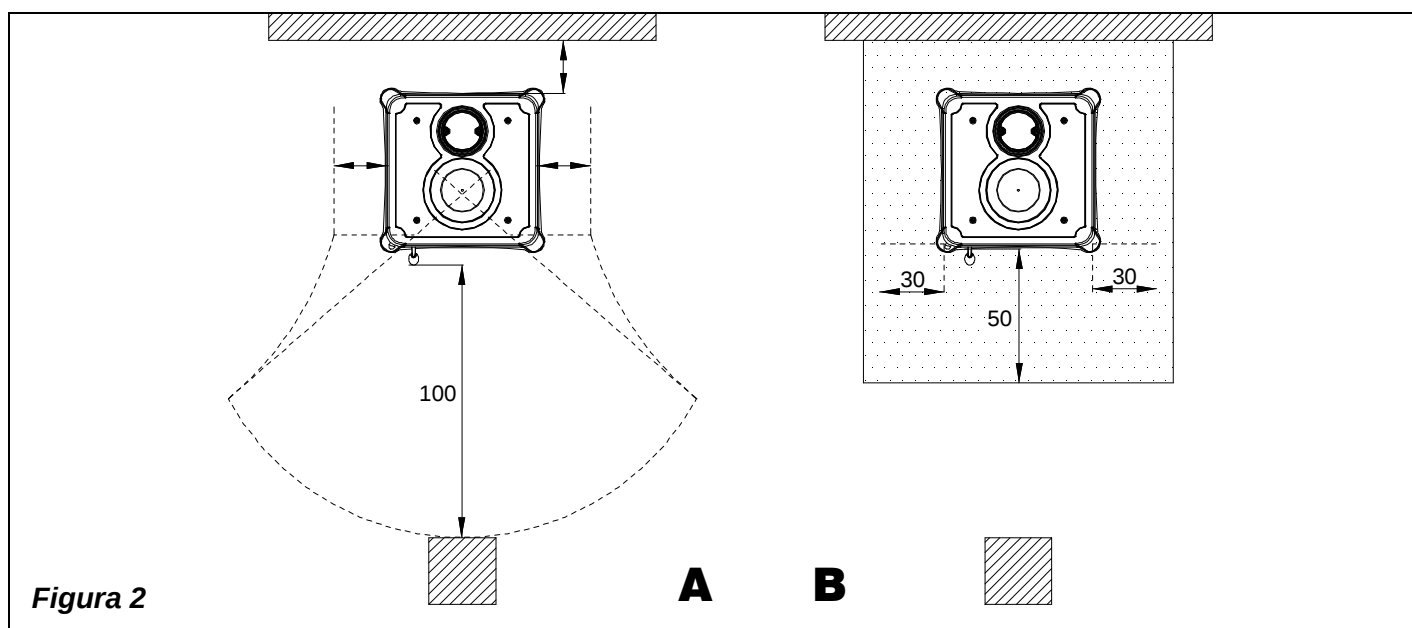

Figura 2
- al fine di assicurare un sufficiente isolamento termico, rispettare la distanza minima di sicurezza dal retro e da entrambi i lati da elementi costruttivi ed oggetti infiammabili e sensibili al calore (mobili, rivestimenti di legno, stoffe ecc.) (vedi Figura 2 **A**). **Tutte le distanze minime di sicurezza sono indicate sulla targhetta tecnica del prodotto e NON si deve scendere al di sotto dei valori indicati.**
- qualora il prodotto venga installato su un pavimento di materiale infiammabile, bisogna prevedere un sottofondo ignifugo. **I pavimenti in materiale infiammabile**, come moquette, parquet o sughero etc., **devono essere sostituiti** da uno strato di materiale non infiammabile, ad esempio ceramica, pietra, vetro o acciaio etc. (dimensioni secondo l'ordinamento regionale). Il sottofondo deve sporgere dall'apparecchio lateralmente (vedi Figura 2 **B**) e frontalmente di almeno **50 cm** oltre all'apertura della porta di carico.